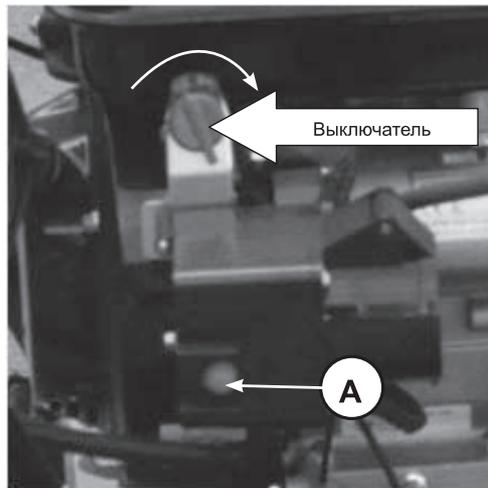

Рис.34
- Установите выключатель в положение ON(Вкл). Нажмите и удерживайте кнопку запуска (А) электрического стартера (Рис.34).